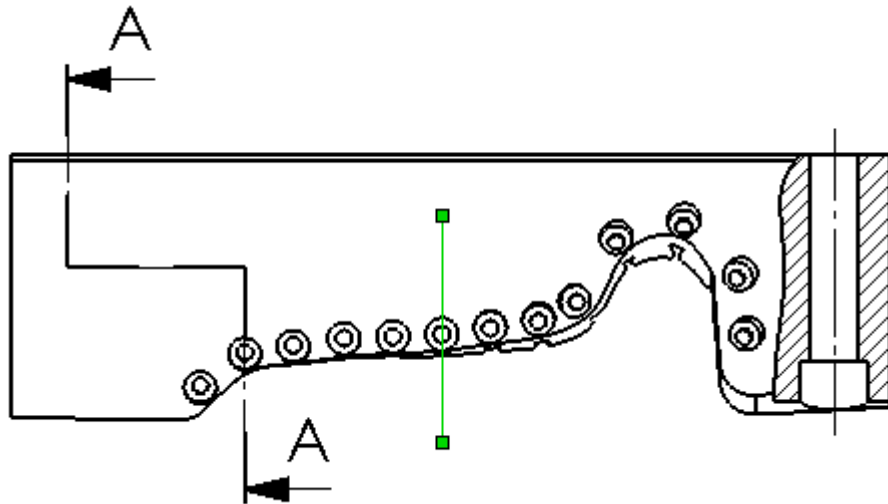

Рис. 30
4. Нарисуйте линию сечения. Линия сечения при этом автоматически привязывается к центру окружности (рис. 30):